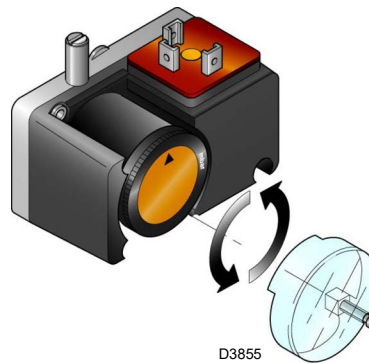

Abb. 30
- Stellen Sie den Druckwächter für die Dichtheitskontrolle (Kit PVP)(Abb. 30 auf Seite 34) gemäß den dem Kit beiliegenden Anweisungen ein.
Stellen Sie den Druckwächter für die Dichtheitskontrolle (Kit PVP) (Abb. 30) gemäß den dem Kit beiliegenden Anweisungen ein.